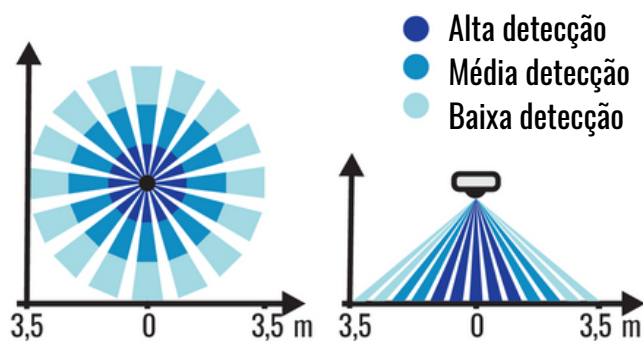

Figura 1
1. Determine o melhor local para a instalação do sensor, de acordo com as características da área de detecção, conforme a figura 1;